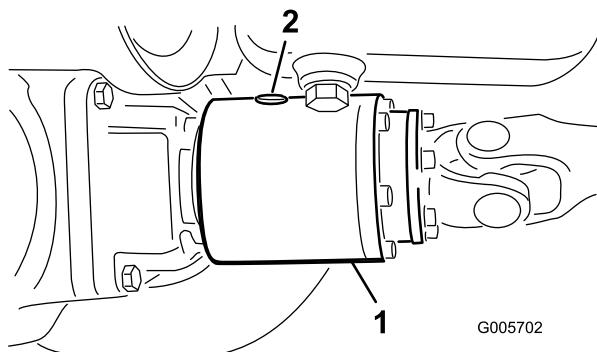

Bild 32
2. Drehen Sie die Kupplung (Bild 32), sodass die Schraube auf 12 Uhr steht (12 Uhr abgebildet).